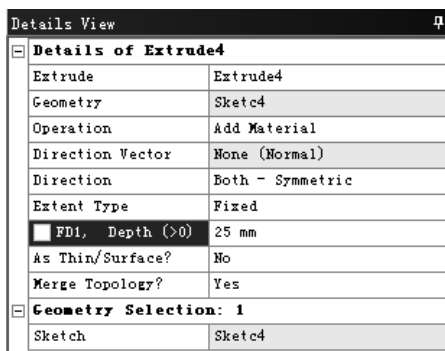

图 3.10.16 “Details View”对话框
(2) 在工具条中单击  Extrude 按钮, 弹出图 3.10.16 所示的“Details View”对话框, 使用草图 4 作为截面, 在 Operation 下拉列表中选择 Add Material 选项, 在 Direction 下拉列表中选择 Both - Symmetric 选项, 在 FD1, Depth (>0) 文本框中输入数值 25, 其他采用系统默认设置值。单击工具条中的  Generate 按钮, 完成拉伸特征 4 的创建。